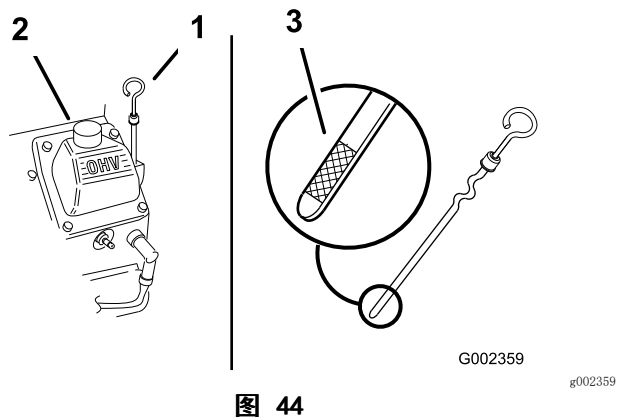

图 44
- 清洁量油尺周围的区域（图 44），防止灰尘落入注油孔并损坏发动机。
3. 取出量油尺，擦拭干净，然后完全安装到位（图 44）。
油位应介于量油尺上“F”已满与“L”较低标记之间（图 44）。
5. 如果油位低于“L”较低标记，应取下加油管盖（图 44），添加指定机油，直至油位达到量油尺上的“F”已满标记。